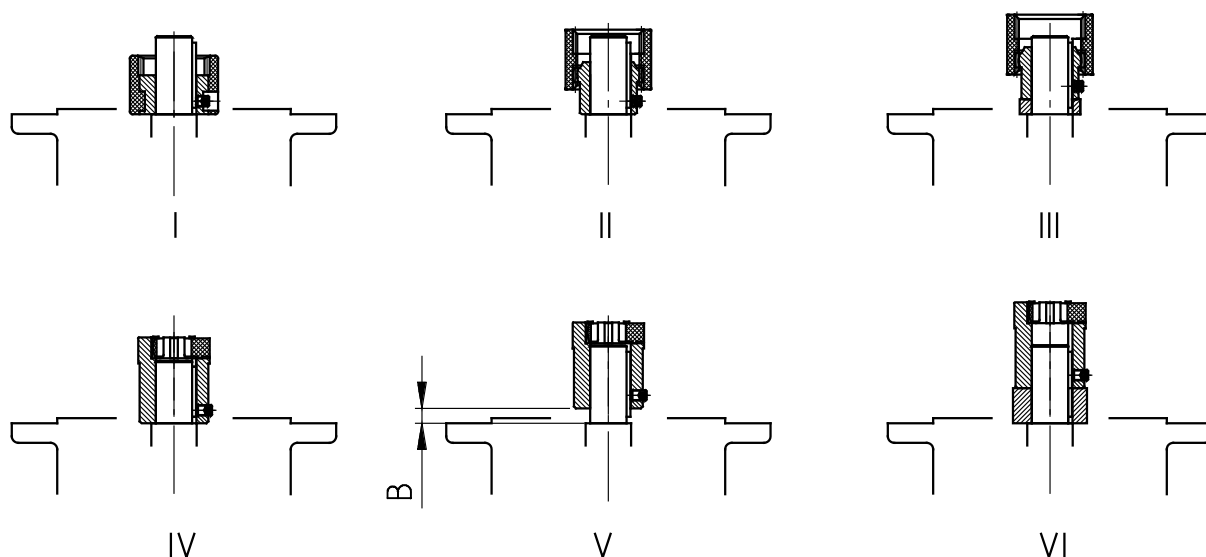

図 17: さまざまなカップリング構造におけるカップリングのモータシャフトへの取り付け
3. モータ製造元の指示に従って、カラーに取り付けられているストッパまでカップリングハブをモータシャフト上に取付けます。モータ寸法が 90、160、180 および 225 の場合は、付属のスペーシングブッシュをカップリングハブとカラーの間に入れてください。標準ヘリカルギヤユニットでは、カップリングハブとカラーの間の分量 B に注意してください ("図 17"を参照)。一部の **NEMA アダプタ**では、貼り付けられているラベルに記載の指示に従ってカップリングの位置を調整してください。